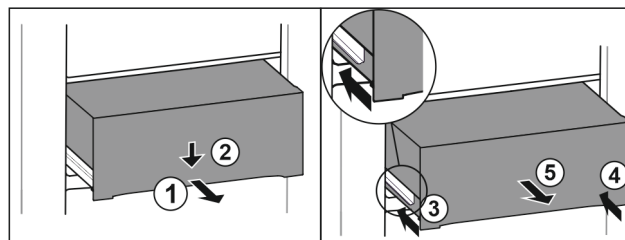

Fig. 107
- ▶ Изтеглете чекмеджето наполовина. Fig. 107 (1)
- ▶ Натиснете надолу чекмеджето от предната страна. Fig. 107 (2)
- ▶ Вкарайте лявата релса приблизително 2 см навътре. Fig. 107 (3)
- ▶ Вкарайте дясната релса приблизително 2 см навътре. Fig. 107 (4)
- ▶ Извадете чекмеджето напред. Fig. 107 (5)